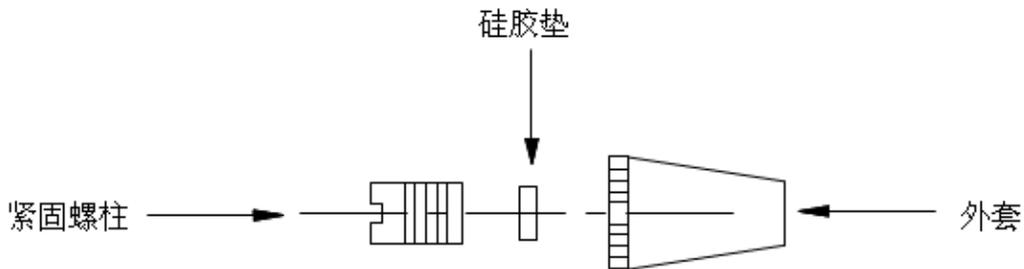

图4-4 进样塞装配图
2、将乳白色硅胶垫装入旋塞，用紧固螺柱均匀旋入（见图4-4）。